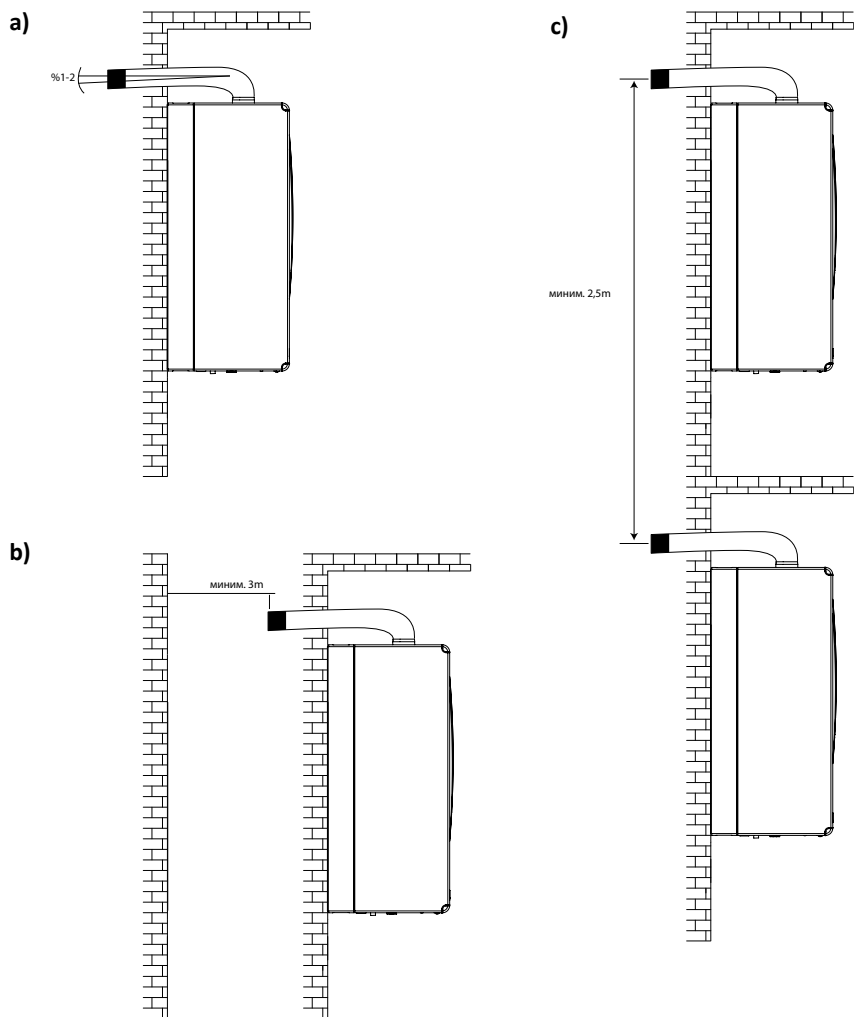

Рисунок 5
- Для устройств типа С расстояние между выходными отверстиями горизонтальных дымоотводов, выведенных наружу здания, должно составлять не менее 2,5 м. Кроме того, при выводе дымоотвода под окном, выходное отверстие дымоотвода должно находиться на расстоянии 30 см от нижнего края окна (Рисунок 5с).
Выходные отверстия горизонтальных дымоотводов следует устанавливать с уклоном наружной части вниз на 1-2% для предупреждения проникновения дождевой воды и т. п. (Рисунок 5а)